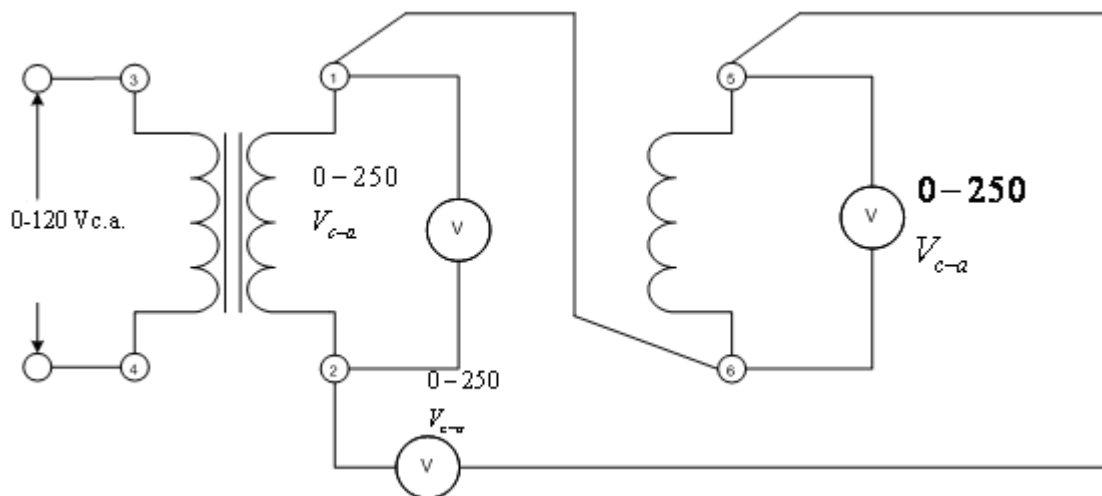

Figura 3
e) Quite la conexión entre las terminales 1 y 5, Y luego conecte las terminales 1 y 6, como se ilustra en la figura 3.